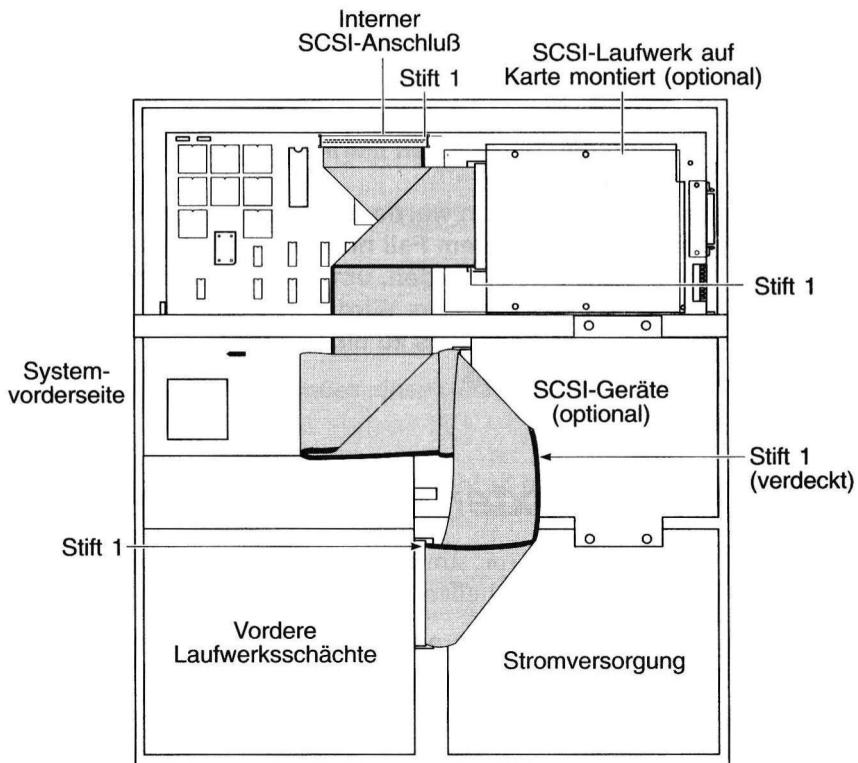

Abbildung 7. Anschließen des Flachbandkabels an SCSI-Geräte
7. Biegen Sie das Kabel nach unten und führen Sie es zur Rückseite des Geräts (siehe Abbildung 7).
8. Schließen Sie das Flachbandkabel an die internen SCSI-Geräte an (siehe Abbildung 7). Achten Sie dabei darauf, Stift 1 des Kabelanschlusses auf Stift 1 auf dem Gerät auszurichten. Stift 1 wird normalerweise durch einen Pfeil (←) oder durch die Zahl 1 gekennzeichnet.